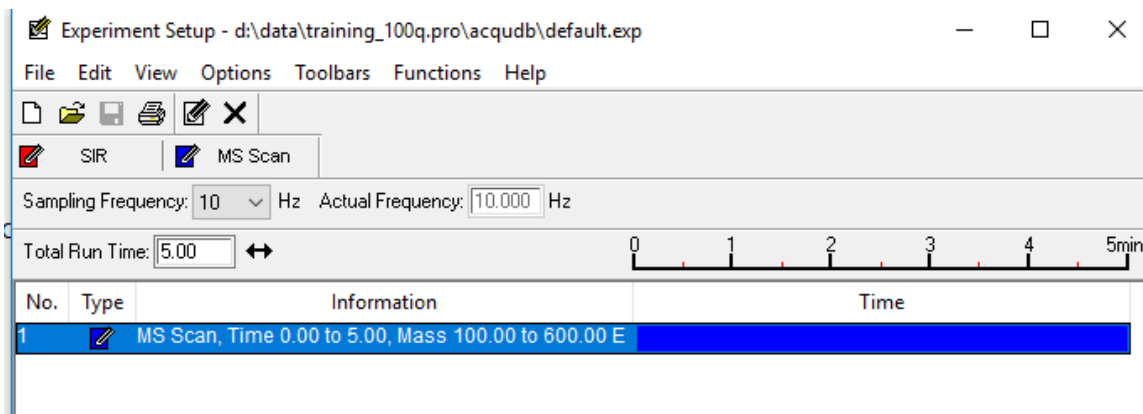
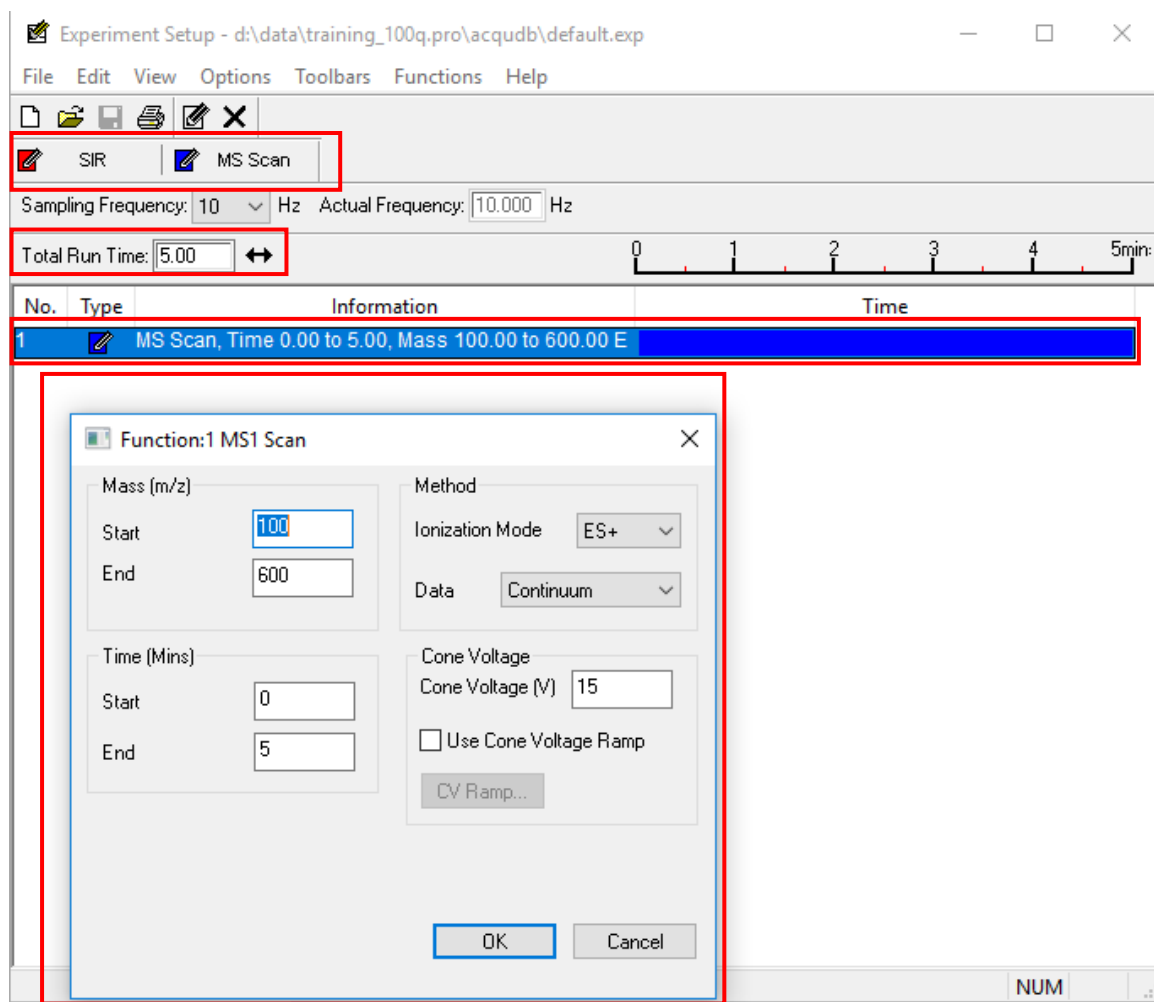

图 6-14
图 6-15
- (1) 选中 MS File 空格-右键-Edit, 弹出 Experiment setup 对话框 (图 6-14)
- (2) 选择 SIR 模式 (单个离子扫描) 或者 MS 模式 (全质谱扫描 1250Da)
- (3) 输入 Total Run time: 与 SFC 分离方法保持一致;
(4) 双击选择的 SIR 或 MS 栏, 进行相关参数键入
- **MS 模式(图 6-15):** Start/End m/z 范围(正常范围控制在 100-1000Da); Start/End Time 扫描时间 (与液相运行时间一致); Mode: ES+或者 ES-, Data: Continuum; Cone voltage. 点击 OK